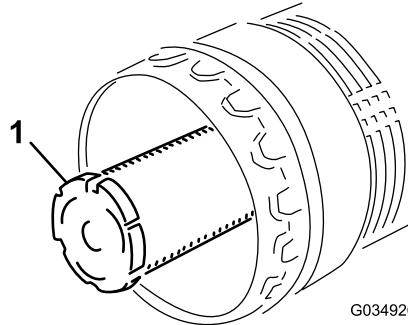

Figure 60
**Remarque:** Remplacez l'élément secondaire une fois sur trois, quand vous effectuez l'entretien du préfiltre (Figure 60).